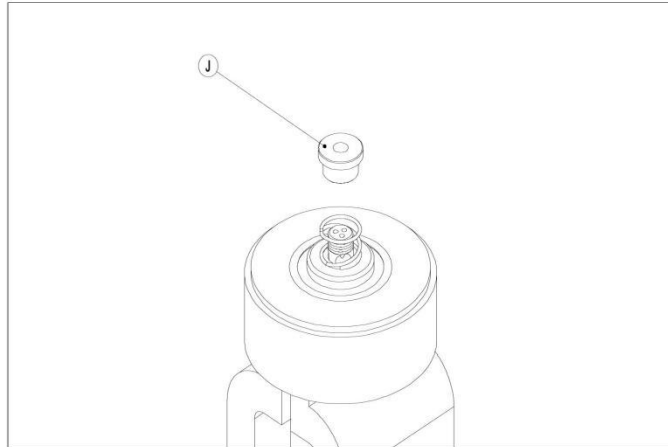

图 13
3) 用专用的扳手朝逆时针方向旋转松开锁母 ( J )。把锁母从阀上取下，放到一边。( 见图 13 )